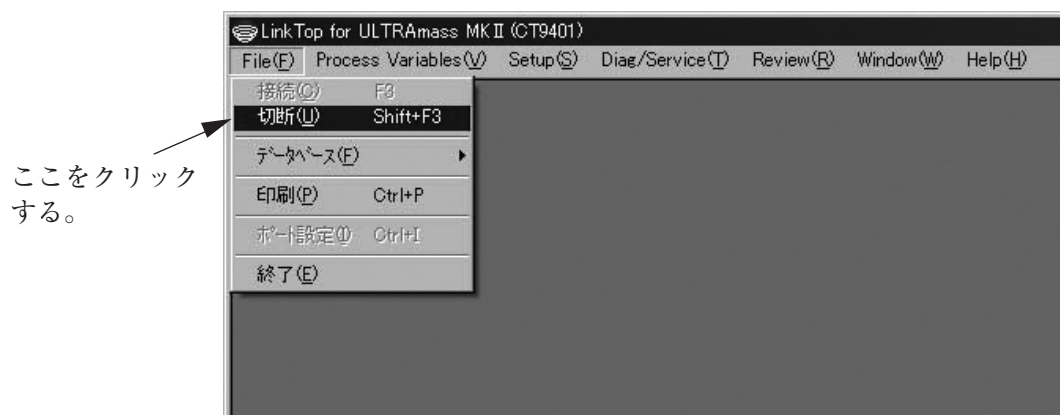

図12
- ① 図12のように、画面上部メニューの、「File(F)」をクリックし、「切断(U) Shift+F3」を選び、再度クリックします。